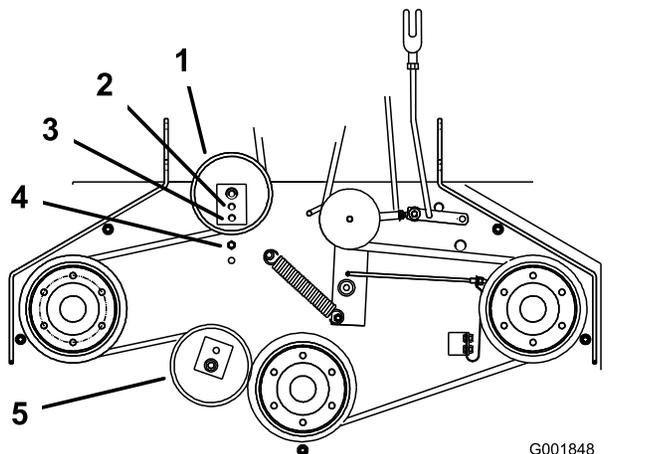

Figure 45
6. S'il n'est plus possible de régler le tendeur et que la courroie est encore détendue, il faut alors repositionner la poulie de tension arrière dans le trou central ou avant (Figure 45). Utilisez le trou qui donnera le réglage correct.
7. Lorsque vous déplacez la poulie de tension, vous devez déplacer le guide de courroie. Placez le guide de courroie à la position avant (Figure 45).